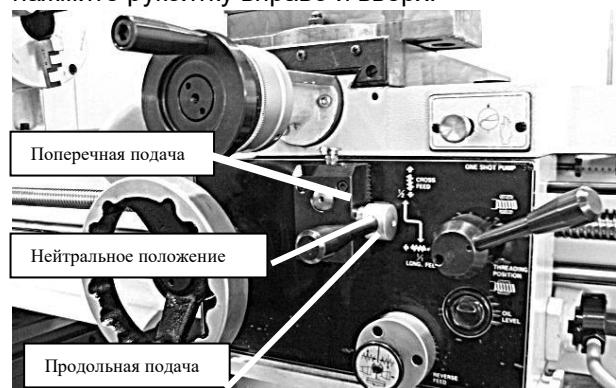

Рис. 49. Положения рукоятки управления подачей
- Используйте рукоятку управления подачей на передней стороне салазок для включения автоматической подачи либо каретки, либо поперечного суппорта (см. рисунок 49). Для включения каретки, нажмите рукоятку влево и вниз. Для включения поперечного суппорта, нажмите рукоятку вправо и вверх.